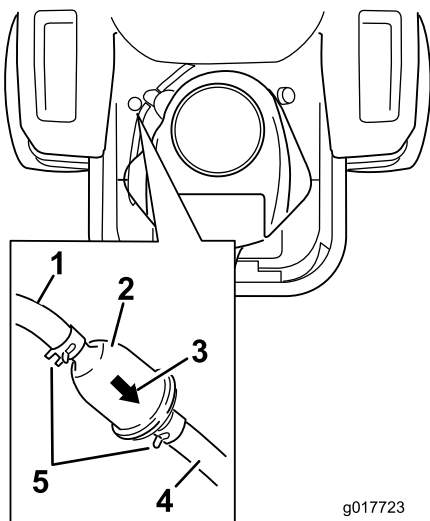

Figura 51
4. Levante o banco e localize os filtros do combustível conforme indicado em Figura 51.
7. Instale um novo filtro com a seta do sentido do fluxo a vir do depósito de combustível e a apontar para o motor. Mova as abraçadeiras para junto do filtro (Figura 51) para o fixar no lugar.